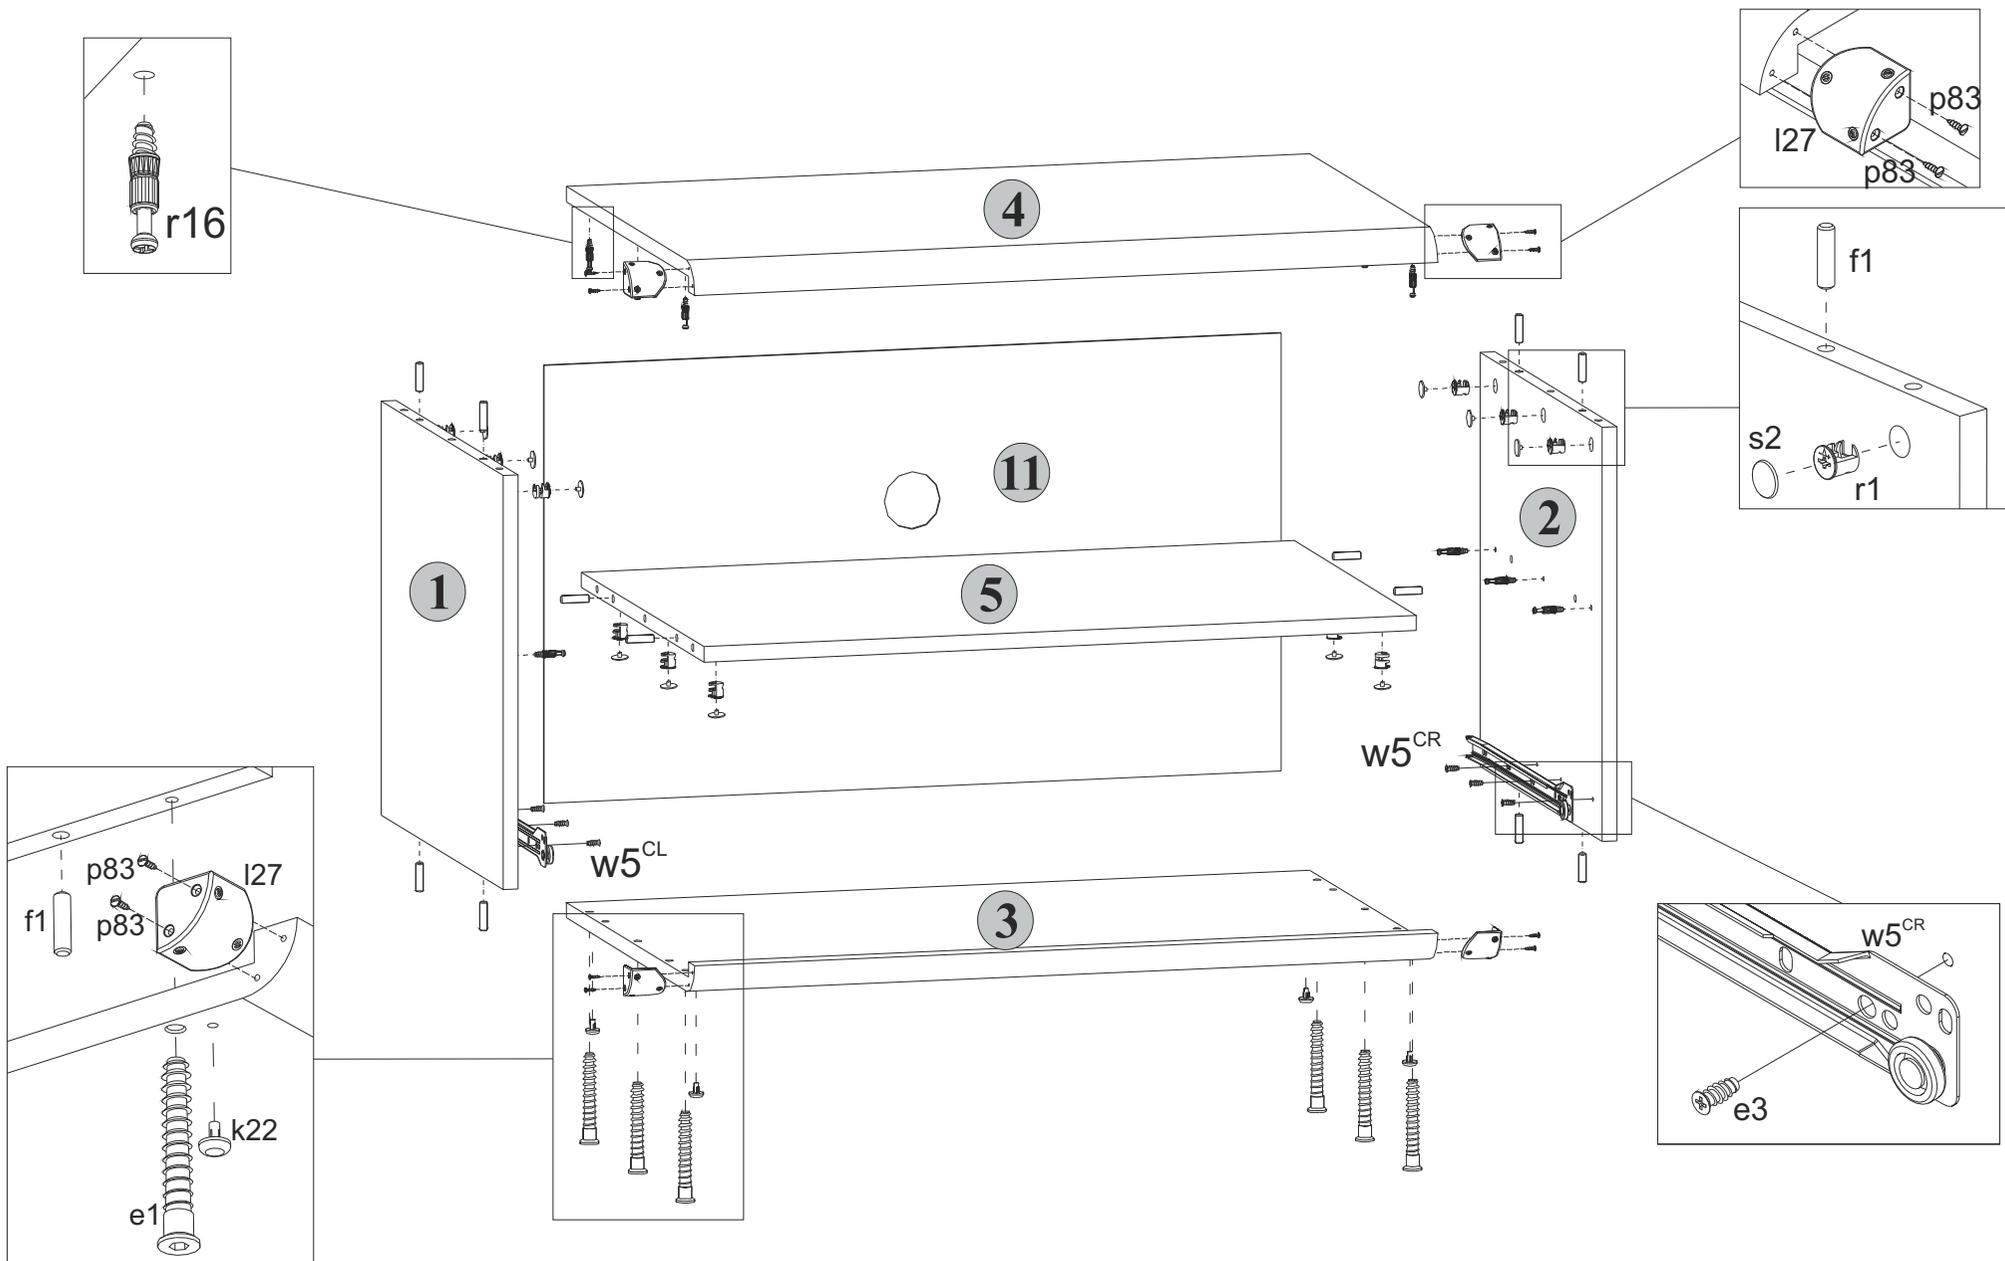

Рис. 2
5.6 В отверстия диаметром 4,5 мм на нижней поверхности щита нижнего 3 вставить опоры полимерные k22 (подпятники) (см.рис. 2).
5.9 К стенкам боковым 1 и 2 присоединить щит нижний 3 и стянуть еврошурупами e1, пользуясь специальным ключом z1 из комплекта фурнитуры (см.рис. 2).
5.2 В отверстия диаметром 8 мм на верхних и нижних кромках стенок боковых 1 и 2, а также на боковых кромках полки соединительной 5 вбить деревянные шканты f1 (см.рис. 2).
5.4 На внутренних поверхностях стенок боковых 1 и 2, а также на нижней поверхности полки соединительной 5 в отверстия диаметром 15 мм вставить стяжки эксцентриковые r1 (см.рис. 2).
5.5 В отверстия диаметром 5 мм на нижней поверхности щита верхнего 4, а также на внутренних поверхностях стенок боковых 1 и 2 вкрутить винты стяжки r16, пользуясь крестообразной отверткой (см.рис. 2).